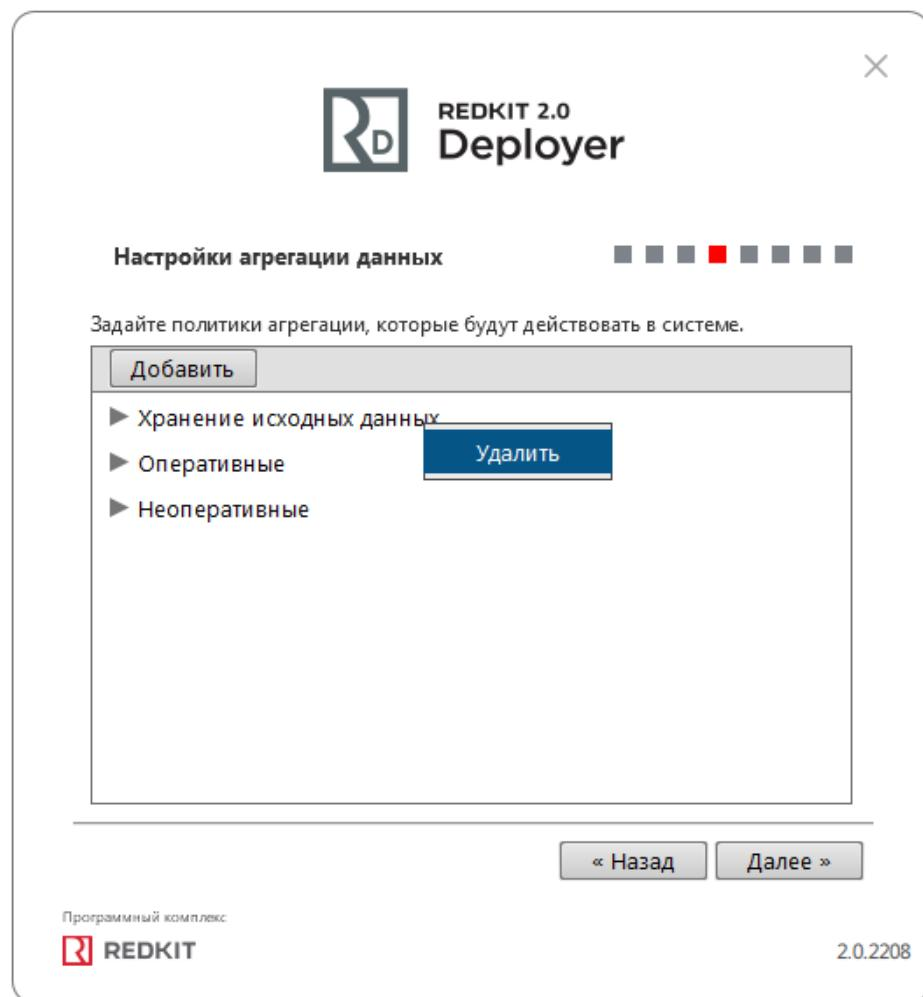

Рисунок 106 - Удаление политик агрегирования
**Удаление политик:** нажмите ПКМ по политике и выберите Удалить (Рисунок 106).